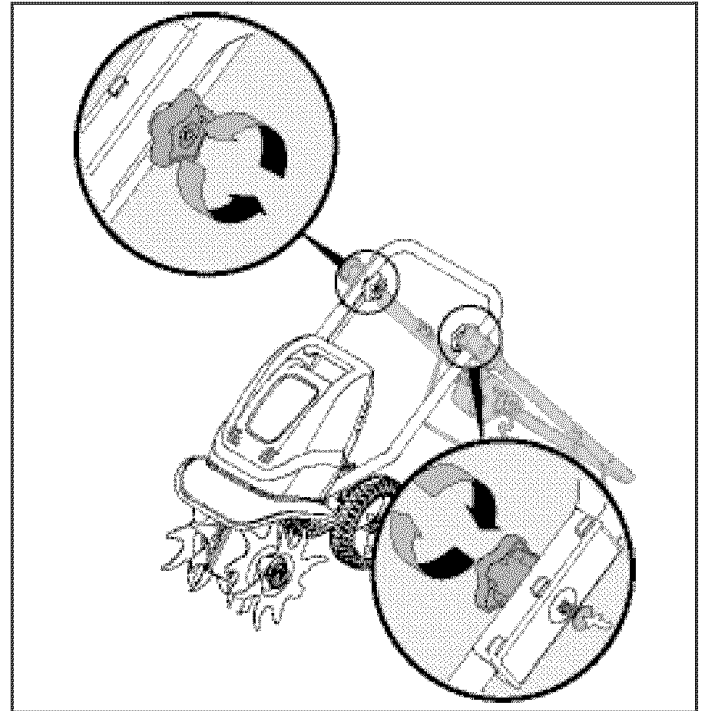

Fig. 1
1. Afloje cada perilla manual del interior de la manija superior (Fig. 1).